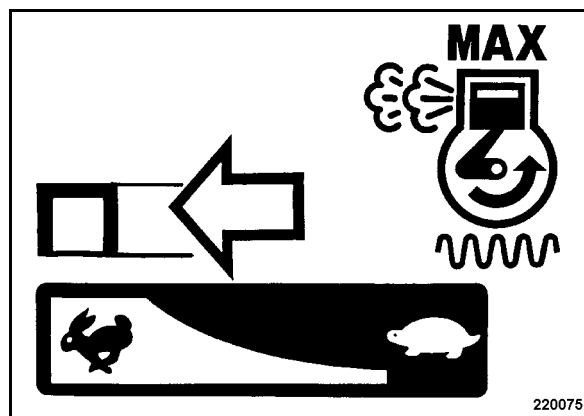

рис. 24
- Установить рычаг управления частотой вращения (рис. 24) в направлении стрелки в положение максимальной подачи топлива.